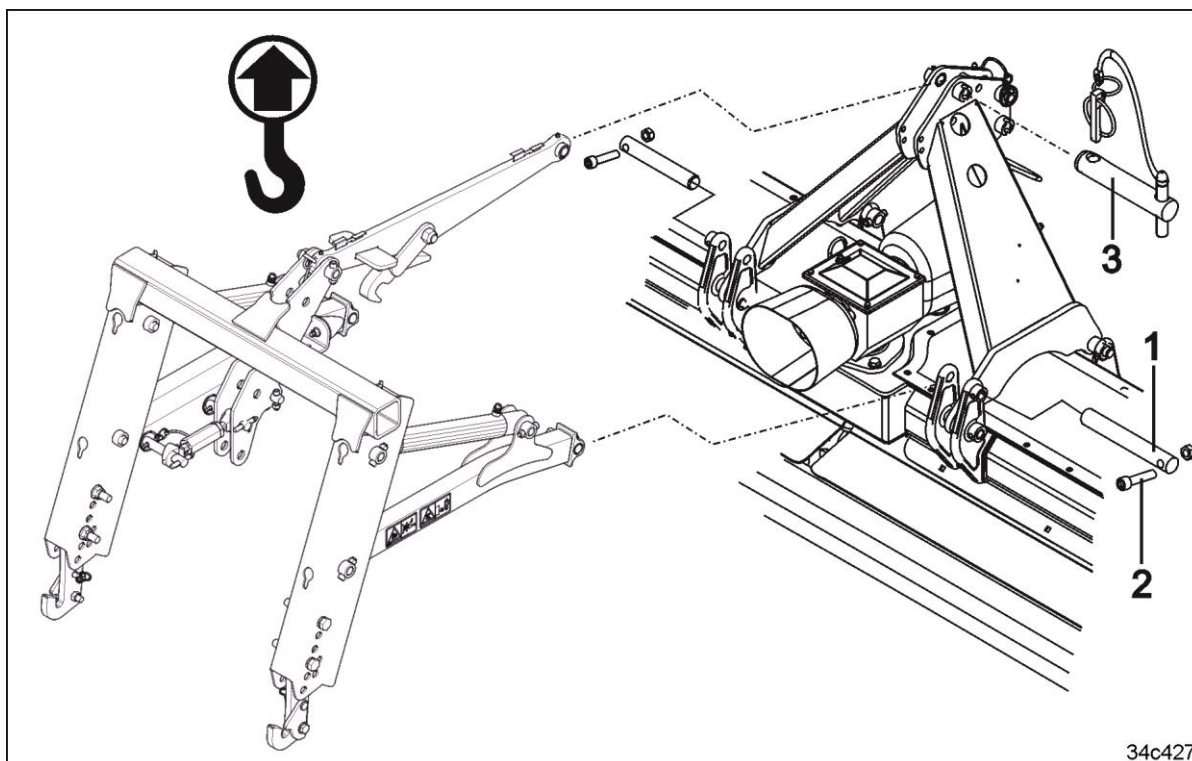

Fig. 81
5. Sæt liframmen på ved de nederste koblingspunkter. Lås bolten (Fig. 81/1) med en skrue og møtrik (/4).
6. Forbind topstangen med en bolt (Fig. 81/3) og lås den med en ringsplit.